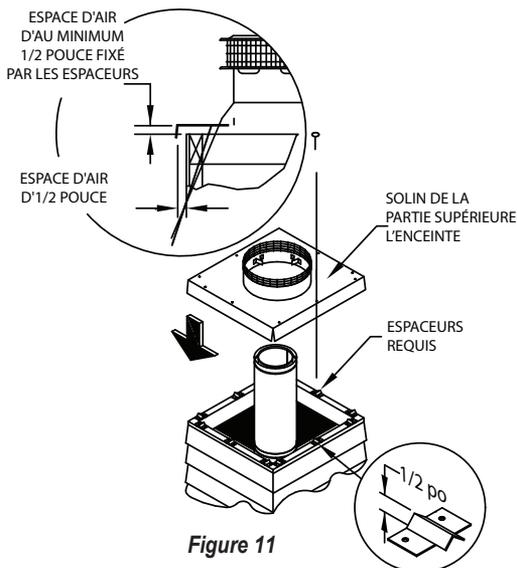

Figure 11
**11. Installez les coupes radiation du toit :** Le bouclier de toit radiant offre une protection pour les toits ou les pièces du châssis. **Remarque :** Les coupes radiation du toit ne permettent pas une réduction du dégagement aux combustibles. Le dégagement aux combustibles doit être d'au moins 2 pouces du tuyau de cheminée. Installez les coupes radiation du toit soit par-dessus l'enchâssure soit à l'endroit où la cheminée traverse le toit, selon celui qui se trouve au sommet de l'installation. Les boucliers de toit radiant sont construits avec une impasse pour espace d'air d'un demi-pouce plus loin que les solives. (Fig. 11). Les coins des coupes radiation du toit se chevauchent mutuellement afin de garantir qu'ils sont à la bonne place. Fixez les boucliers de toit radiant au-dessus des châssis en utilisant des vis ou des clous dans les coins (Fig. 11). Si la charpente est à une distance de la cheminée supérieure à 2 pouces, centrez la coupe radiation du toit à la cheminée sur la charpente et fixez à l'aide de vis ou de clous.